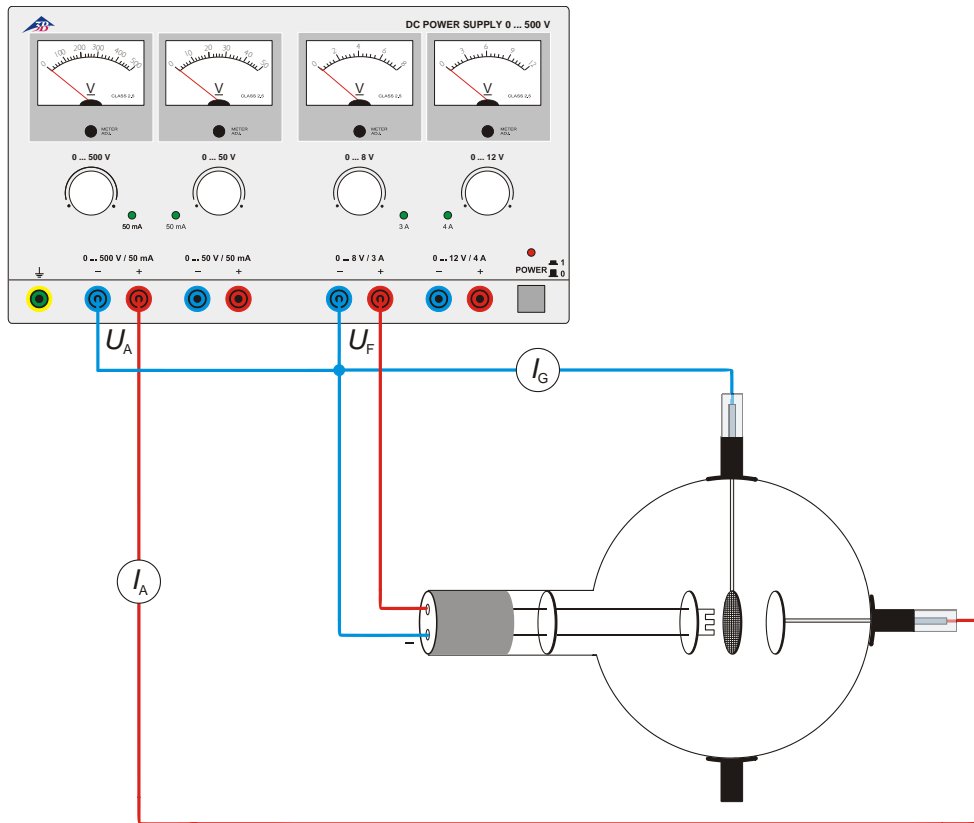

Fig. 1 Prova do transportador de carga positiva
- Produzir a comutação segundo fig. 1.